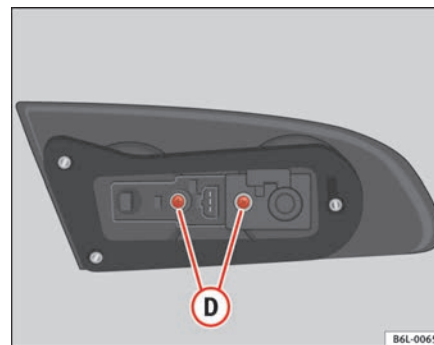

Abb. 164 Zugang zur Lampe
- Die Schrauben **(D)** ⇒ Abb. 164 herausdrehen und die Lampenfassung herausziehen.